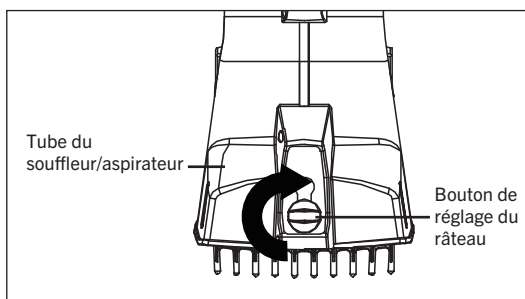

FIG. 10
2. Pour verrouiller le râseau, tournez le bouton de réglage du râseau en position verticale (Fig. 10).